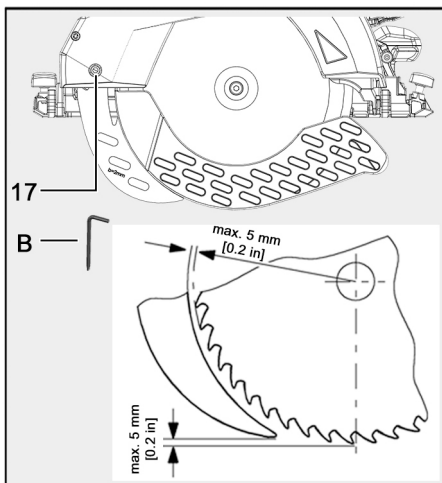

Fig. 49: Distancia de la cuña de partir a la hoja de sierra
- Respete la distancia máxima con la hoja de sierra (ver fig. 49).